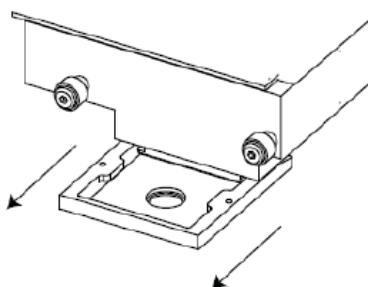

図 5
- 5) オプティカルヘッドの下面にあるオプティカルマスクを引き出して(図 5)、取り外す。